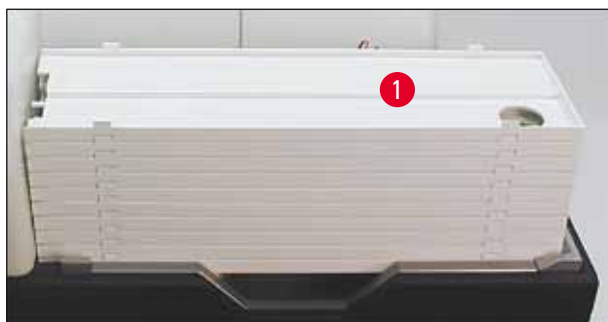

Fig. 42
1. Placera brickstapeln (→ "Fig. 42-1") på utmatningsstationens lyftbord (→ "Fig. 42").